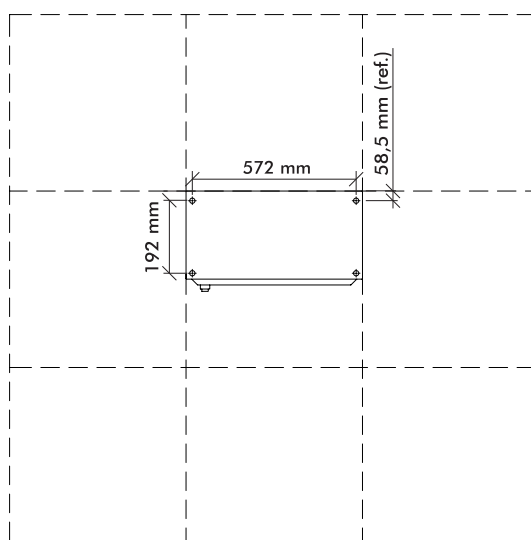

Figura 6
La figura 6 muestra la distancia entre los orificios necesarios para la fijación del FTH-610 en el piso falso, piso de hormigón y esteramiento.
- Utilizando las medidas proporcionadas en la figura 6 haga las marcas necesarias en el piso elevado y realice las perforaciones, con 12 mm de diámetro.
- Utilice las medidas proporcionadas en la figura 6 para la centralización de los soportes y haga las marcas necesarias en el piso de hormigón. Realice las perforaciones con 9,5 mm (3/8") de diámetro y 55mm de profundidad.
2. Utilizando las medidas proporcionadas en la figura 6 haga las marcas necesarias en el piso. Realice las perforaciones en el piso con 9,5 mm (3/8") de diámetro y 55 mm de profundidad.